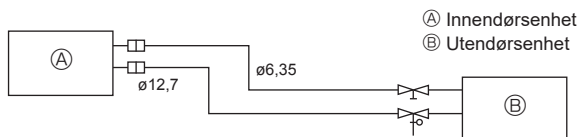

Fig. 5-2
(1) Tabellen under viser spesifikasjoner på kommersielt tilgjengelige rør. (Fig. 5-2)